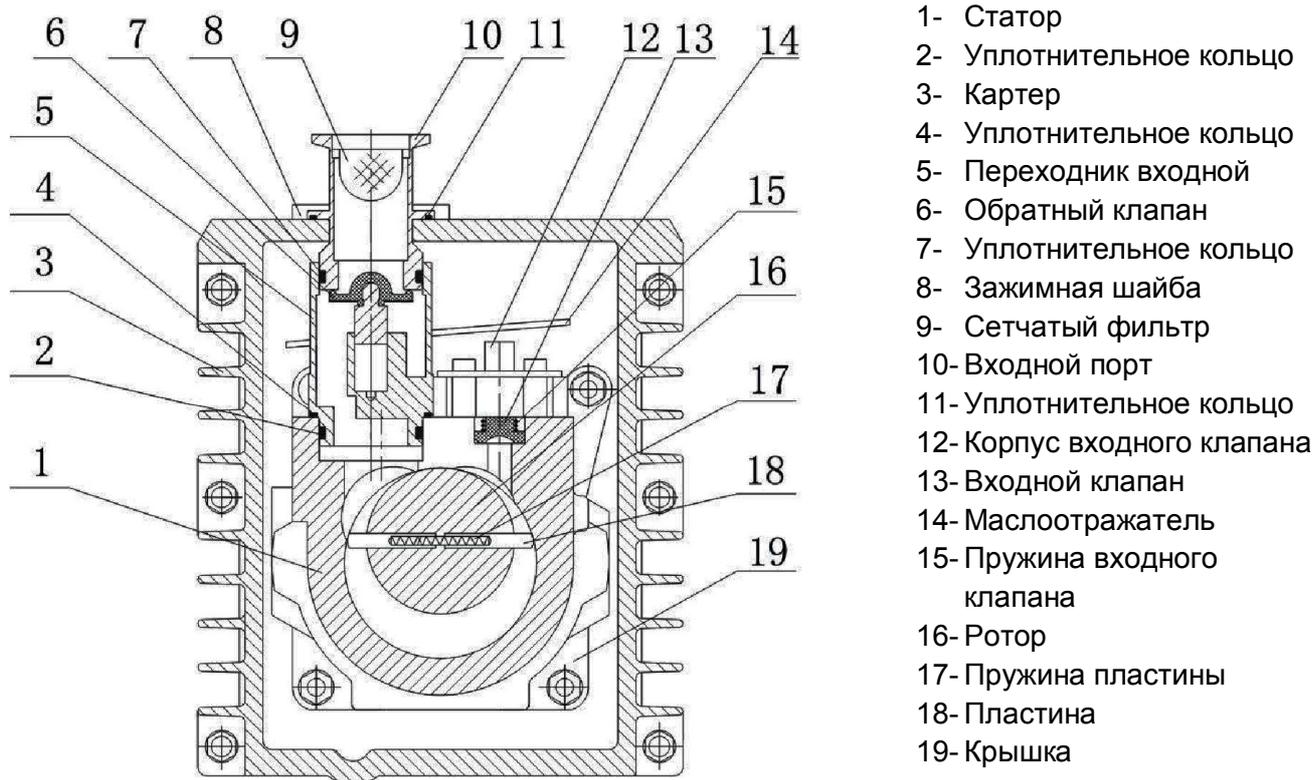

Рис.2.Сборочный чертеж
1.3. Насос АВПР имеет блочную конструкцию (рис.2) и крепится к стойке шпильками. С противоположной стороны к стойке крепится электродвигатель с помощью четырех шпилек.